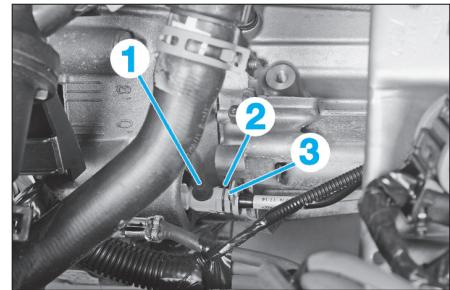

FIG. 7
- Déposer le bouchon du purgeur (1) du cylindre récepteur sur la boîte de vitesses (Fig.7).
- Soulever l'agrafe (2) située à l'extrémité du cylindre récepteur.
- Tirer d'un cran en arrière la canalisation d'embrayage (3).